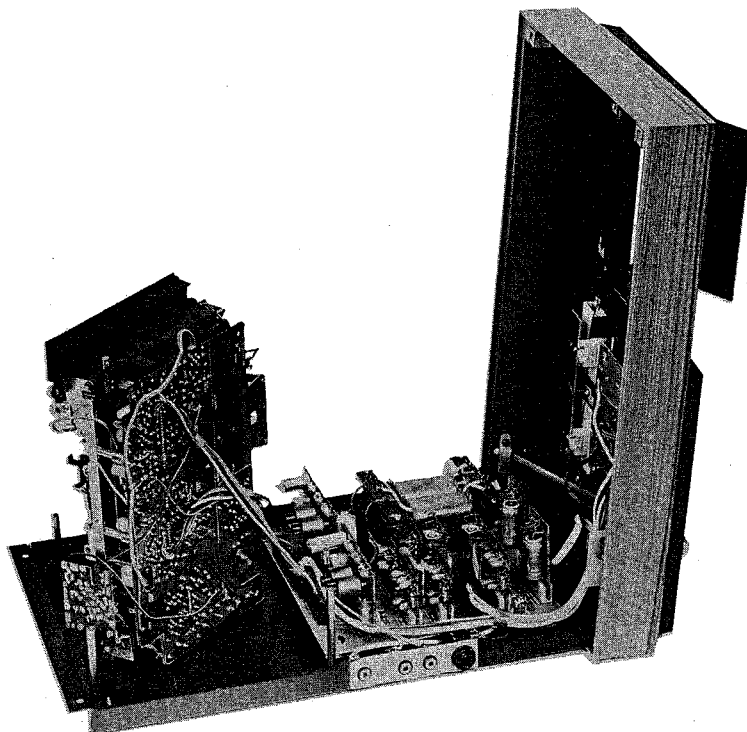

FIG. 5
3. Fatta tag i lådkanten och lyft upp överdelen, som kan ställas på kant delvis under underdelens fästfläns fig. 5.
Efter detta kan det mek. chassit med sitt kretskort lyftas upp och sättas ned på kant på apparatens bottenplåt. Apparaten är körklar även i detta läge, varför mätningar och dylikt kan företagas om alla kretskorten finns på sina platser. (Serviceläge se fig 5).